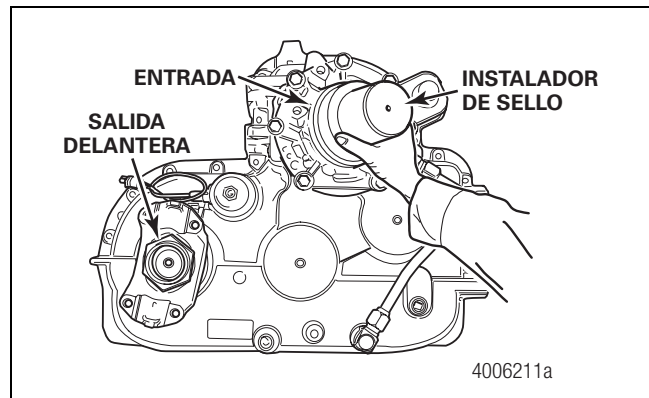

Figura 14
12. Instale el sello de entrada de la caja de transferencia. Sostenga la camisa y el sello únicamente sobre la superficie exterior. Coloque el sello dentro del instalador y alinéelo con la jaula del rodamiento de entrada de la caja de transferencia. No toque los labios de la superficie interior del sello. Use un martillo de impacto reducido y el instalador adecuado para colocar el sello en la jaula del rodamiento. Figura 14.